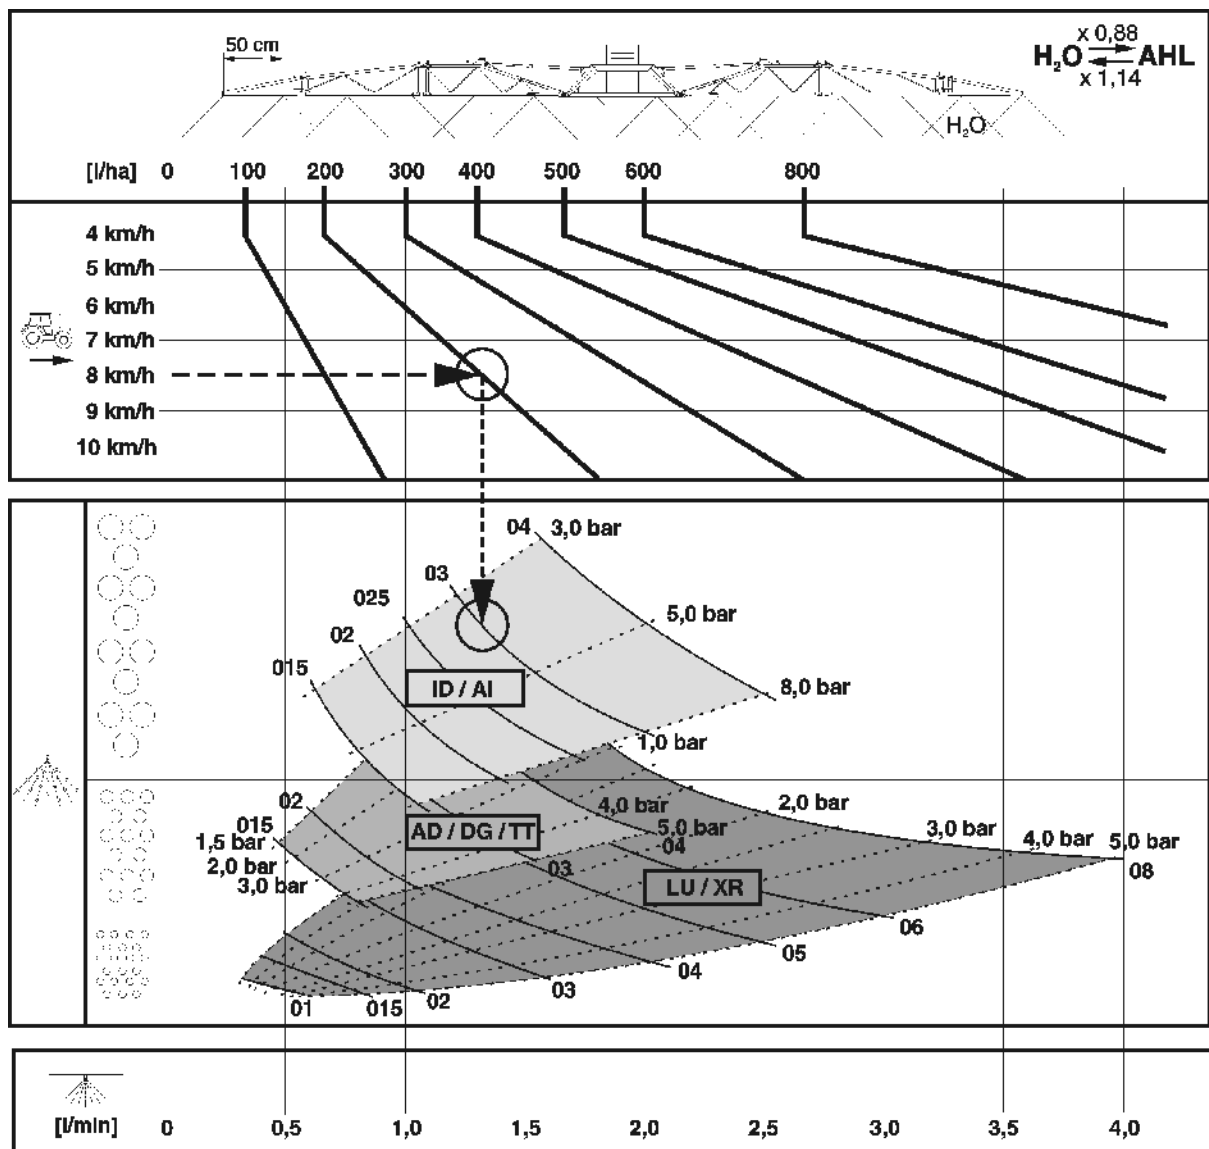

Fig. 155
- Seleccionar para la Fig. 155 tipo, tamaño y rango de presiones óptimos de tobera. El tipo de tobera queda definido por